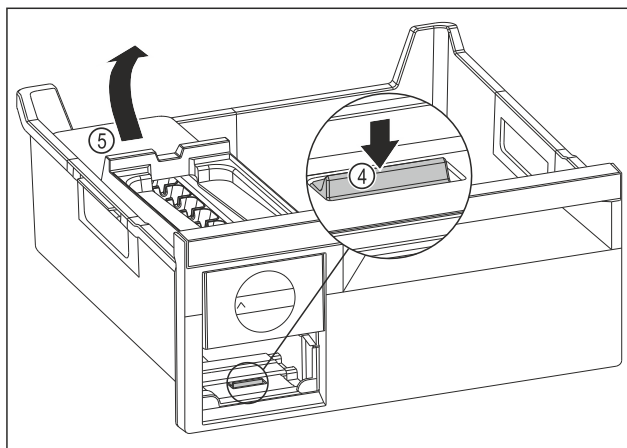

Fig. 117
- ▶ Estrarre il corpo dell'EasyTwist-Ice: Con un dito spingere la linguetta Fig. 117 (4) verso il basso e allo stesso tempo, con l'altra mano, sollevare il corpo dell' EasyTwist-Ice Fig. 117 (5) da dietro.